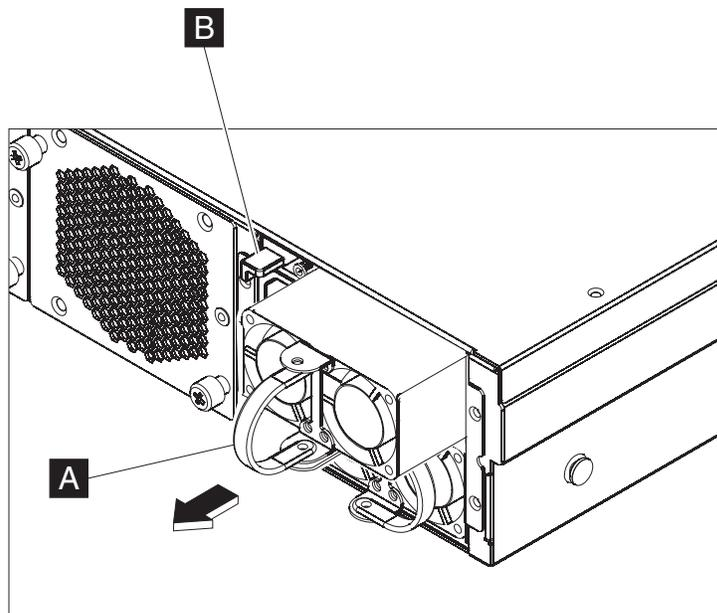

Abbildung 16. Herausnehmen eines Stromversorgungsmoduls
- a. Halten Sie den Griff **A** des defekten Moduls gut fest, während Sie den orangefarbenen Entriegelungshebel **B** in Richtung Griff drücken und in dieser Position gedrückt halten. Sehen Sie sich dazu Abb. 16 an.